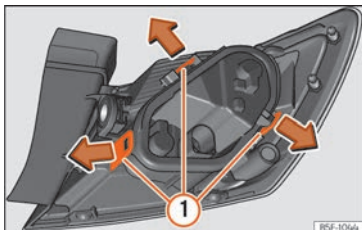

Fig. 64 Lengüetas de fijación en la parte posterior de la unidad de luz trasera.
- Desmonte el portalámparas »» **fig. 64** desbloqueando las lengüetas de fijación ①.